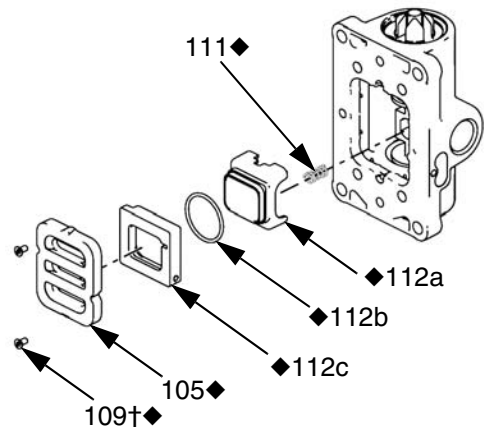

FIG. 3: Retiro de la placa de aire
2. Vea la FIG. 3. Use una llave hexagonal de 2 mm o 5/64 pulg. para retirar dos tornillos (109†♦). Retire la placa de la válvula (105♦).